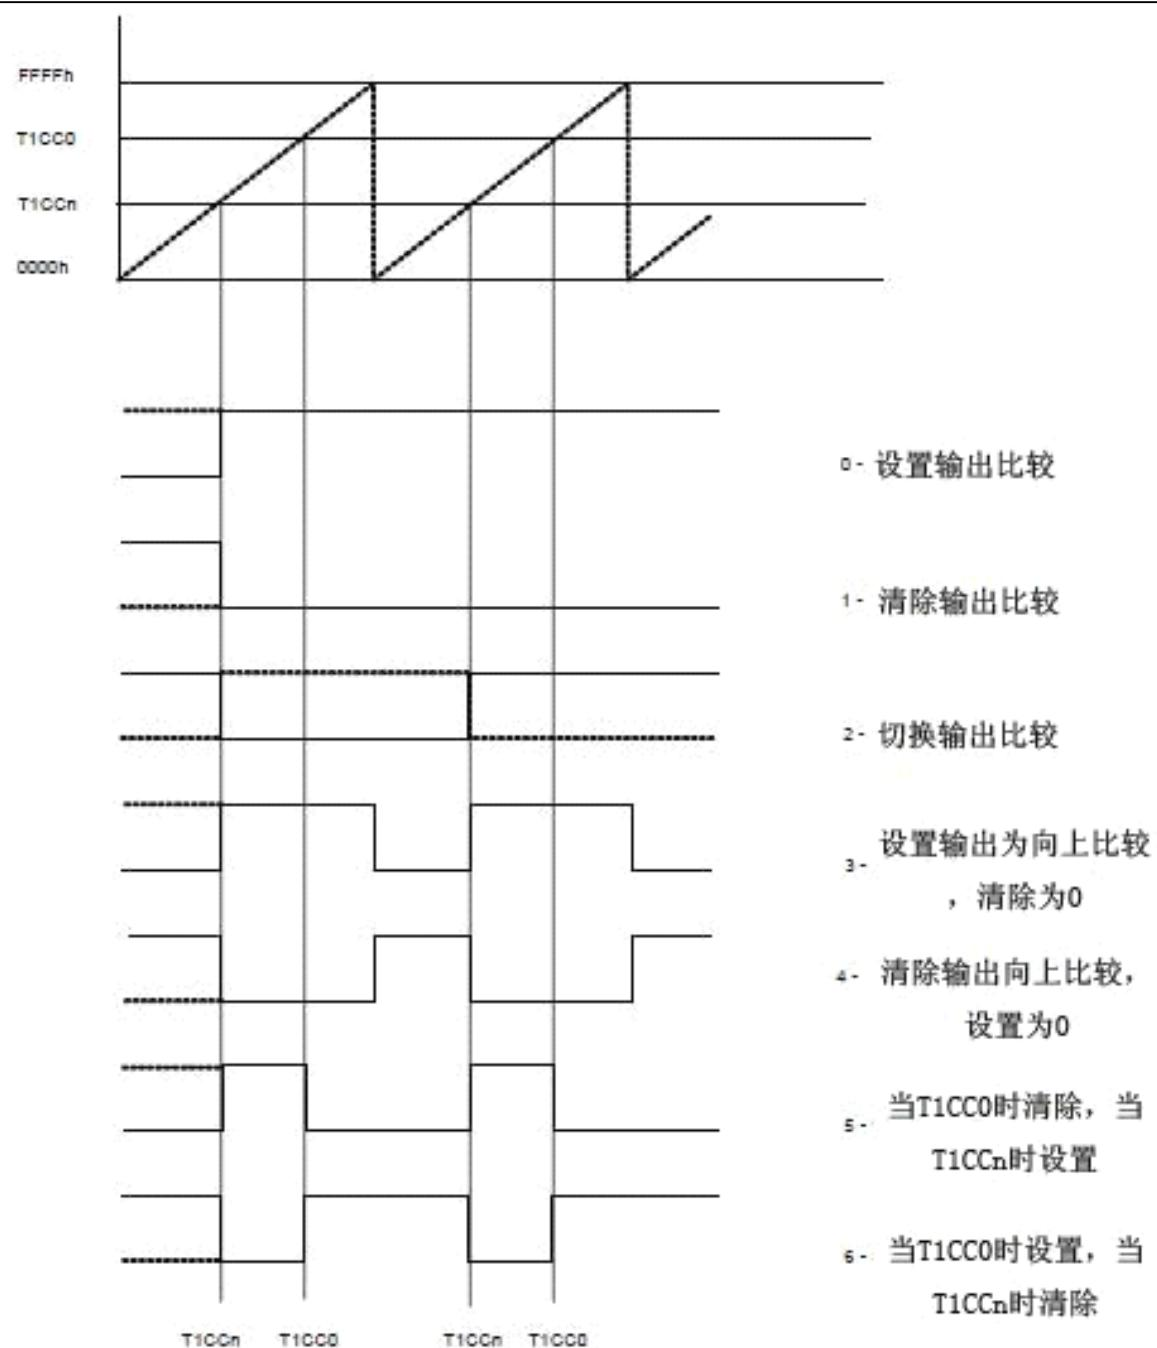
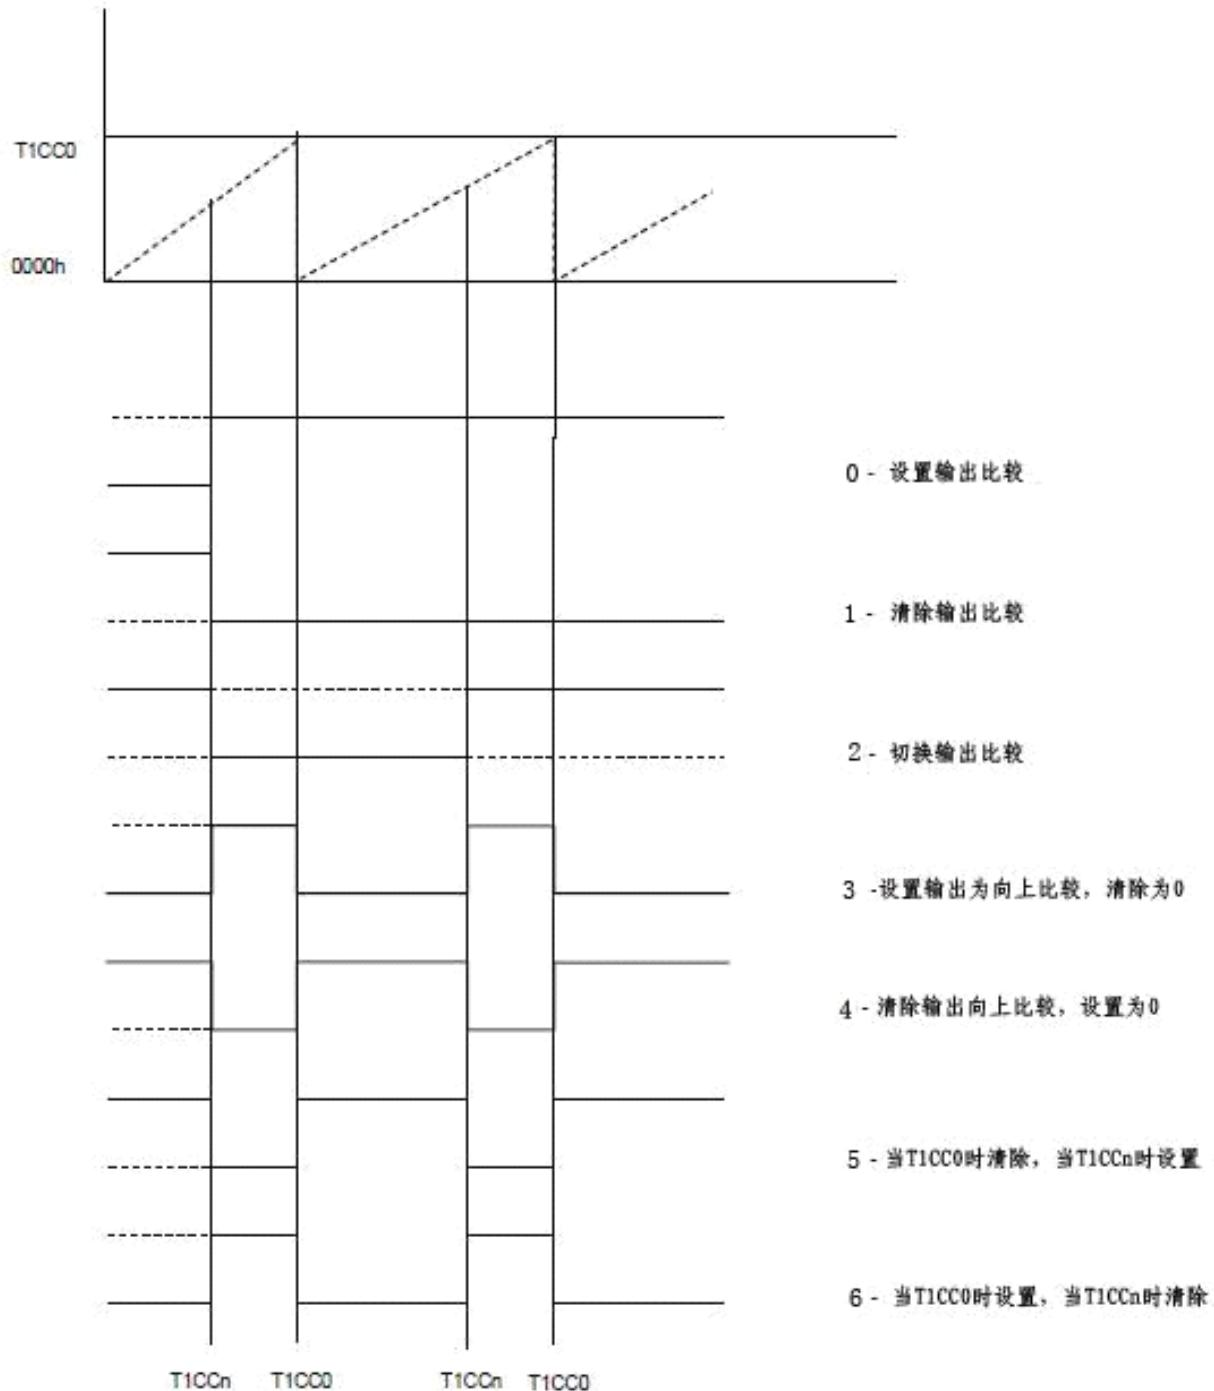

图 9-4 输出比较模式，定时器自由运行模式
图 9-5 输出比较模式, 定时器模模式
**边沿对齐：** PWM 输出信号可以使用定时器在自由运行模式下，通道 1 和 2 在输出比较模式 6 或 7 下生成（由 T1CCTLn.CMP 位定义，其中 n 是 1 或 2），如图 9-4 所示。PWM 信号的周期通过设置 T1CC0 确定，通道输出的占空比由 T1CCn 确定，其中 n 是 PWM 通道 1 或 2。
PWM 输出信号还可以使用图 9-4 所示的输出比较模式 4 和 5，或通过使用图 9-5 所示的模模式生成。对于简单的 PWM，最好使用使用输出比较模式 4 和 5 来生成。